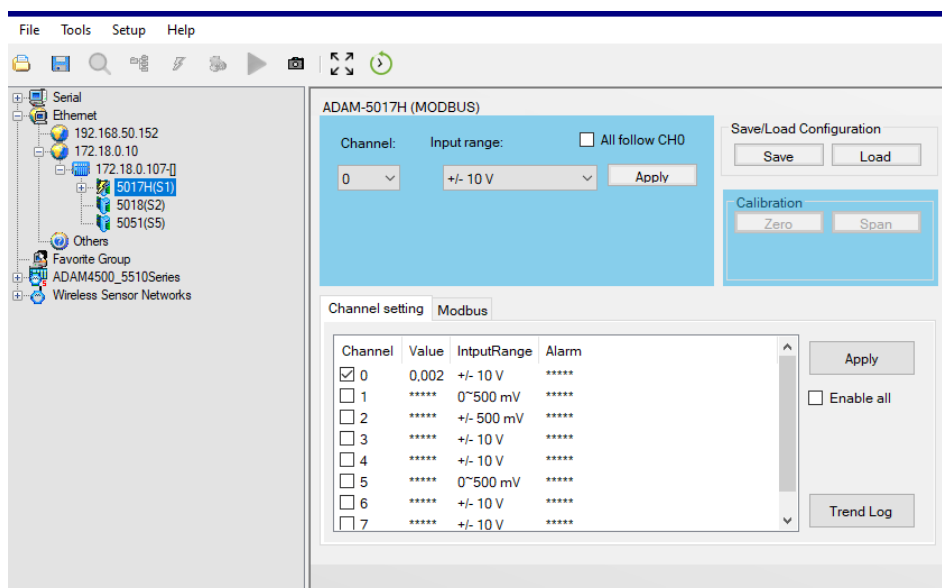

Рис. 2.15. Конфігурація модуля 5017H
2.4.5. Натиснути на зображення модуля 5017H, після чого з'явиться вікно конфігурування каналів модуля 5017H (рис. 2.15). В цьому вікні необхідно обрати канали модуля, які будуть застосовуватись під час вимірювання. Для цього в області *Channel setting* відмітити необхідні канали, а потім натиснути *Apply*. Далі задати діапазони вимірювання для обраних каналів у полях *Channel*, *Input range* та натиснути *Apply*. В полі *Calibration* можна здійснити калібрування каналу для нуля та діапазону. По завершенні налаштування слід зберегти конфігурацію каналів, для чого натиснути кнопку *Save*.